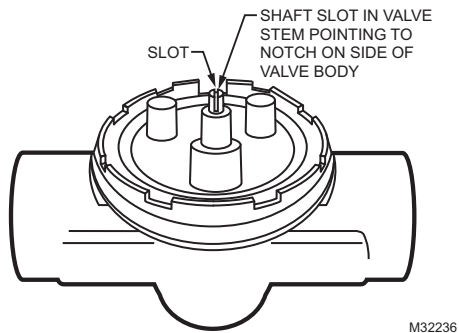

Fig. 3. Slot position.
2. Place the valve on the pipe. **Rotate the valve stem** so that the shaft slot points to the notch in the side of the body (90° to flow direction). See Fig. 3. This protects the plug inside the valve by removing it from the seat.
1. Rotate valve stem so that shaft slot points to notch on side of valve body, per Fig. 3.
2. Placer la vanne sur le conduit. Faire tourner la tige de vanne de sorte que la fente de l'arbre pointe vers l'encoche sur le côté du corps (90° par rapport à la direction du débit). Voir Fig. 3. Ceci permet de protéger l'obturateur à l'intérieur de la vanne en le retirant du siège.